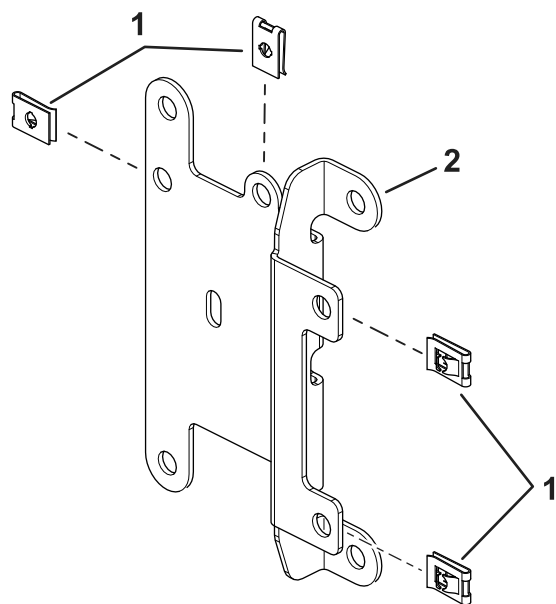

図 2
2. ヒューズ取り付けプレートにUタイプスピードナットを取り付ける 図 2。